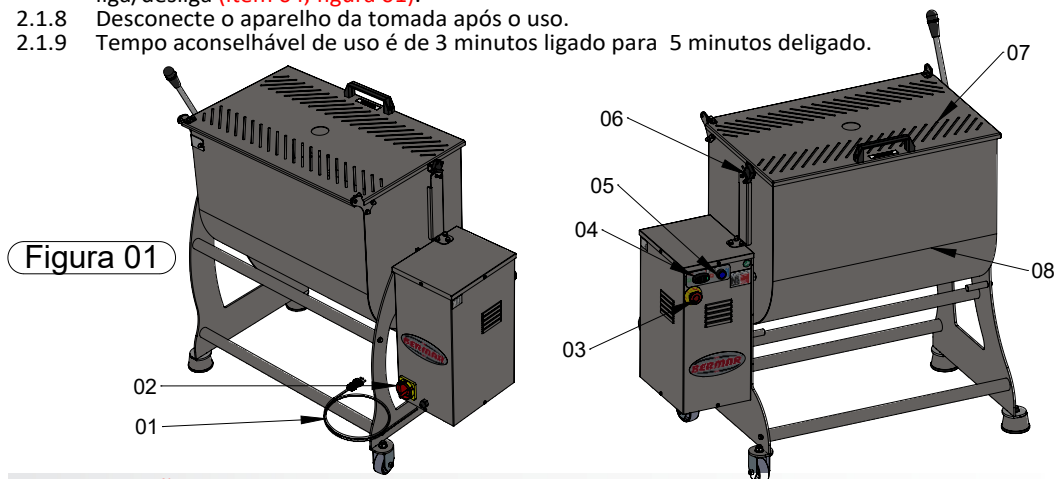
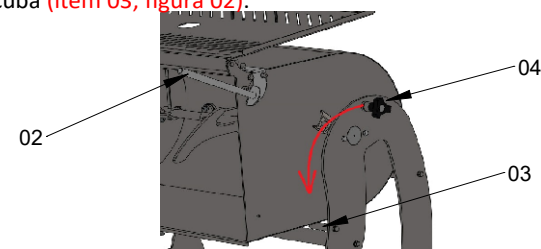

Figura 01
Figura 02
- 2.1.3 Conecte o cabo de energia (item 01, figura 01) na tomada.
- 2.1.4 Verifique se a chave geral (item 02, figura 01) está na posição liga, caso não esteja, coloque-a nesta posição.
- 2.1.5 Com a tampa da cuba fechada (item 07, figura 01), acione o botão rearme (item 05, figura 01), e ligue a máquina no botão liga/desliga (item 04, figura 01), caso não funcione, verifique se o botão de emergência (item 03, figura 01) está acionado, caso afirmativo, desacione o botão, aperte o rearme e ligue a máquina.
- 2.1.6 Na falta de energia, aperte o botão rearme (item 05, figura 01) para retornar ao uso da máquina.
- 2.1.7 Caso seja necessário utilizar o botão de emergência (item 03, figura 01), para retornar o uso da máquina é necessário soltar o botão de emergência girando-o no sentido indicado no botão e acione o botão rearme (item 05, figura 01). Após esse procedimento, acione o botão liga/desliga (item 04, figura 01).
- 2.2.1 Coloque o produto a ser misturado dentro da cuba (item 08, figura 01). Cuidado para não ultrapassar a litragem máxima de 150 litros (95kg por operação, media de 15 minutos, totalizando 380kg/h).
- 2.2.3 Seguindo as normas de segurança, esta máquina não funciona se a tampa da cuba (item 07, figura 01) estiver aberta ou se os sensores (item 06, figura 01) estiverem desalinhados.
- 2.2.4 Para retirar o produto da misturadeira, abra a tampa (item 07, figura 01), puxe o pino de travamento da cuba (item 04, figura 02), e articule a cuba segurando pelo cabo (item 02, figura 02), até encostar na parada da cuba (item 03, figura 02).